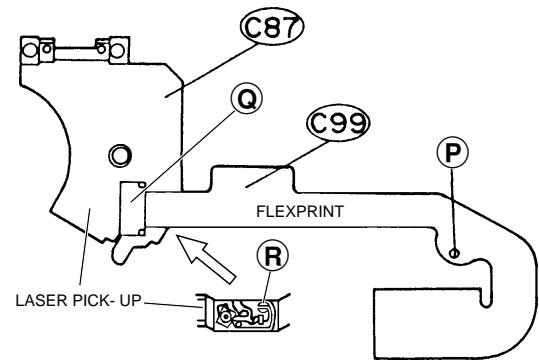

Fig. 7
- **Wichtig: Bevor die Steckverbindungen gelöst werden, müssen die beiden Lötstellen P (Fig. 7) auf der Flexprintleitung C99 verbunden werden.**
8. Ausbau der Lasereinheit C87 (Fig. 7 und 8)
- **Wichtig: Bevor die Steckverbindung Q der Flexprintleitung C99 gelöst wird, müssen die beiden Lötstellen R (Fig. 7) auf der Lasereinheit C87 verbunden werden.**
- **Important: Before opening the connectors connect the two solder tags P on the flexprint C99 as shown in Fig. 7.**
8. Removing the Laser Pick-up C87 (Fig. 7 and 8)
- **Important: Before opening the connector Q of the flexprint C99 connect the two solder tags R on the laser pick-up C87 as shown in Fig. 7.**